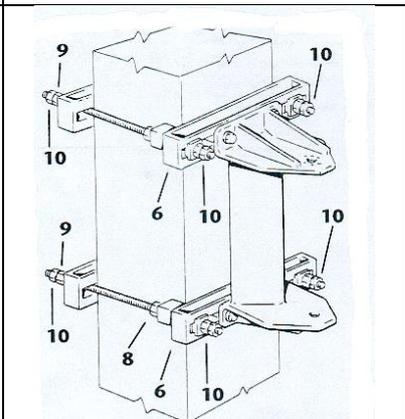

fig. 44
8. Avvitare i dadi di bloccaggio posteriori **9** dei tiranti e bloccarli per mezzo di chiave dinamometrica, applicando le coppie di serraggio (vedi tabella a pag. 16) previste in relazione al diametro dei tiranti, assicurare successivamente i dadi contro lo svitamento con i relativi dadi di sicurezza **10** (fig. 44).